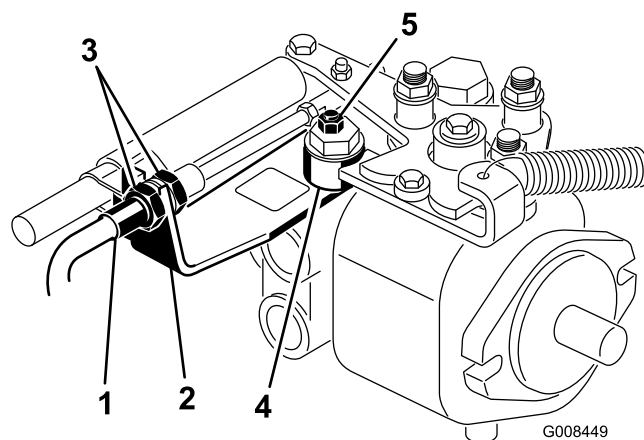

Figure 49
- A. Desserrez les écrous de blocage qui fixent le câble de commande de transmission à la cloison sur l'hydrostat (Figure 49). Desserrez les écrous de blocage uniformément et suffisamment pour permettre le réglage.
- B. Desserrez l'écrou de fixation de l'excentrique en haut de l'hydrostat (Figure 49).
- D. Tournez l'excentrique jusqu'à ce que la roue ne tourne plus dans aucune direction. Lorsque la roue arrête de tourner, serrez l'écrou pour bloquer l'excentrique et le réglage (Figure 49). Vérifiez le réglage avec la commande d'accélérateur en position bas régime, puis haut régime.
- E. De chaque côté de la cloison, serrez les contre-écrous **uniformément** pour fixer le câble de transmission à la cloison (Figure 49). Ne tordez pas le câble.